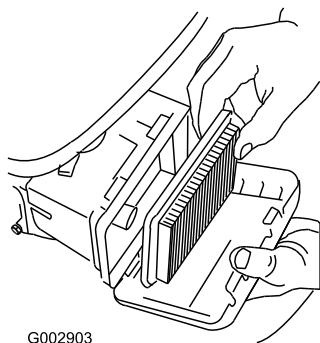

Рисунок 40
3. Извлеките воздушный фильтр (Рисунок 40).